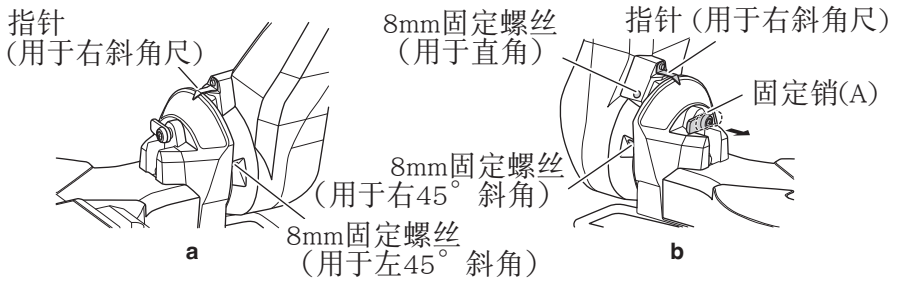
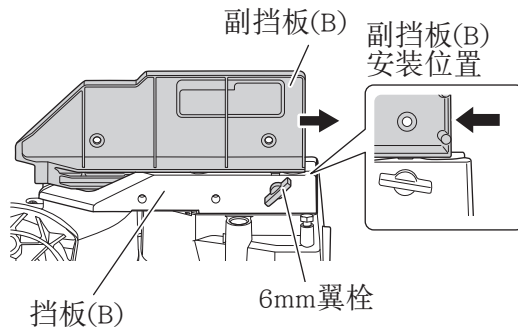

图15
图19
变更调整时，通过转动8mm固定螺丝变更其高度。（图15-a、图15-b）将斜角改为左45°时，拧松第28页的图19所示的6mm翼栓，然后向外滑动副挡板（B），使电动头向左倾斜。
将斜角改为右45°时，向外移动副挡板（A）并松开斜角锁定手柄，然后向前拉出固定销（A），并向右倾斜电动头。（图15-b）
将电动头调整至 0° 时，务必将固定销（A）返回至其初始位置，如图15-b所示。
3. 确认使用副挡板（B）（图19）
进行直接角度切割和右斜角切割时，向内滑动到副挡板（B）碰到的位置，并用6mm翼栓固定。（如图19所示）